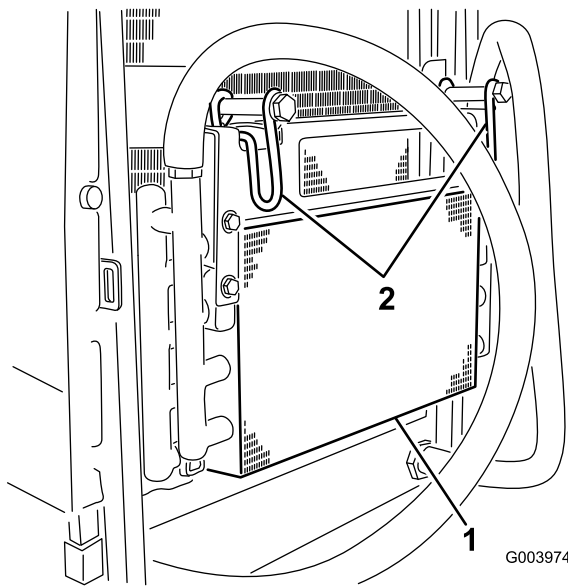

Figure 50
5. Pivotez les verrous vers l'intérieur pour dégager le refroidisseur d'huile (Figure 50).